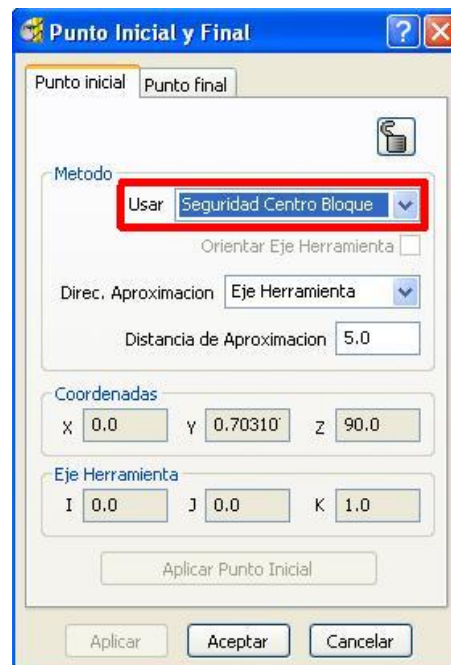

Figura 2.130 Cuadro de diálogo Punto Inicial y Final.
- Hacer clic en el icono Punto Inicial y Final , aparece el cuadro de diálogo (Figura 2.130).